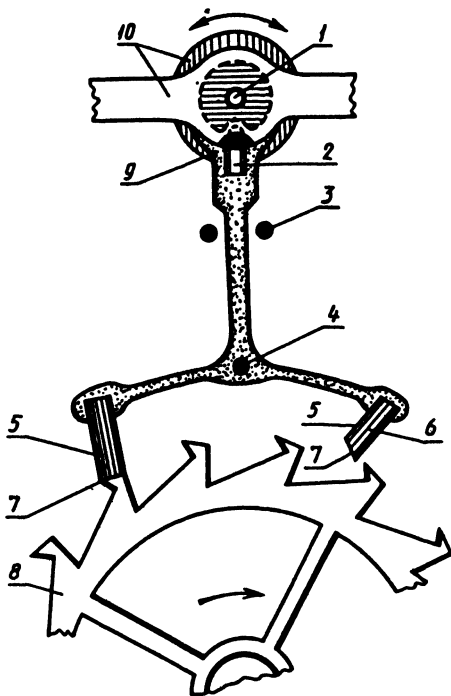

Рис. 7.12
В комплекте с балансом чаще всего используются свободные анкерные механизмы — рис. 7.12: 1 — ось баланса (10); 2 — копь анкерной вилки; 3 — два упора; 4 — ось анкерной вилки; 5 — входная и выходная палеты, имеющие плоскости импульса и покоя (7 и 5); 8 — спусковое колесо со скошенными зубьями; 9 — рога анкерной вилки. Палеты находятся в зацеплении с зубьями спускового (анкерного) колеса. Одновременно может находиться в зацеплении только один зуб колеса с одной из палет. Обычно у анкерного колеса 15 зубьев. Анкерное колесо неподвижно посажено на анкерный триб, связывающий это колесо с двигателем и стрелками часов. Анкерное колесо и анкерная вилка обычно изготавливаются из стали, а импульсный штифт и палеты из синтетического рубина. Амплитуда баланса обычно $\pm 220^\circ$, а угловое отклонение анкера 10° . Работу анкерного колеса с вилкой и балансом мы и воспринимаем на слух как "тик-так".